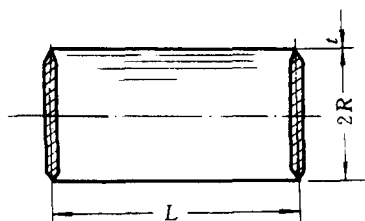

图 2-6
10. 如将图 2-6 所示充满液体的卧式贮罐竖立, 则器壁中的薄膜应力是否按卧式时一样计算? 为什么?